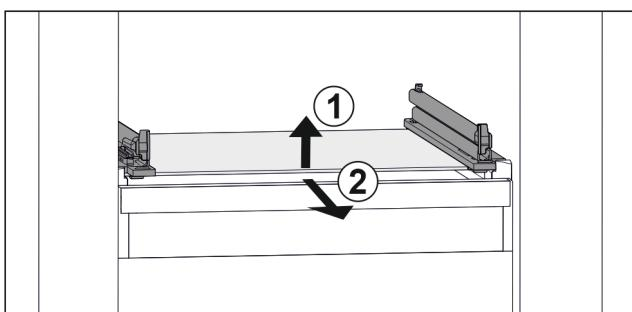

Fig. 50 Reprezentare exemplificativă a plăcii de sticlă
- ▶ Ridicați placa de sticlă din față. Fig. 50 (1)
- ▶ Extragăti placa de sticlă spre înainte. Fig. 50 (2)